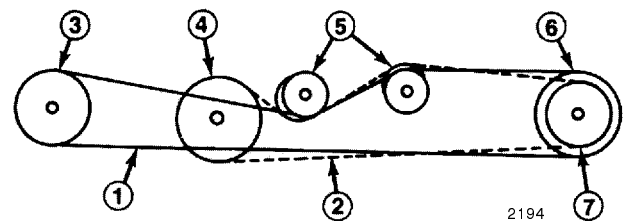

Bild 31
Gehen Sie beim Austauschen des Fahrtriebs- und des Zwischenwellenriemens laut den folgenden Anweisungen und Verlegungsplänen vor (Bild 31).
5. Bringen Sie die Riemen an und verlegen den Fahrtriebsriemen über dem Getriebe (siehe Abbildung) (Bild 31).